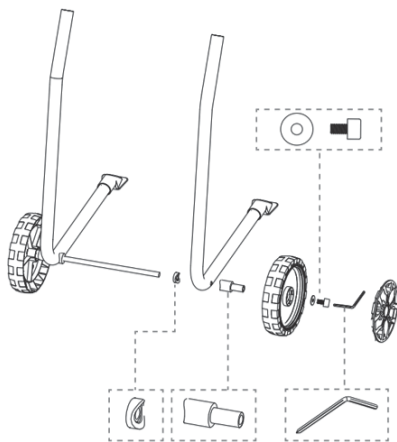

Рис. 2
7. Таким же образом соберите второе колесо (Рис. 2).